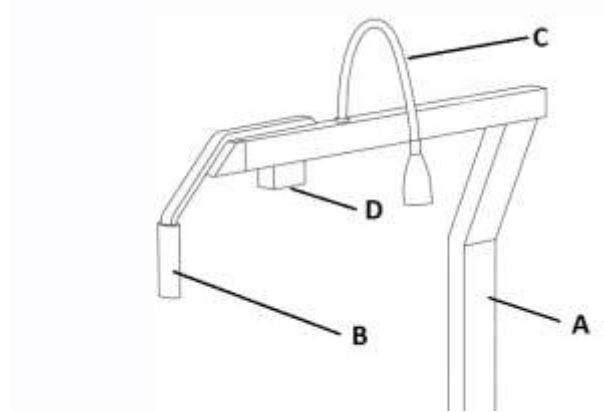

Abbildung 9: Physiologisch vorgeneigter Phoropterarm (starr)
- physiologisch vorgeneigte Phoropterarm (starr) mit Phoropterschiene (Abbildung 9)